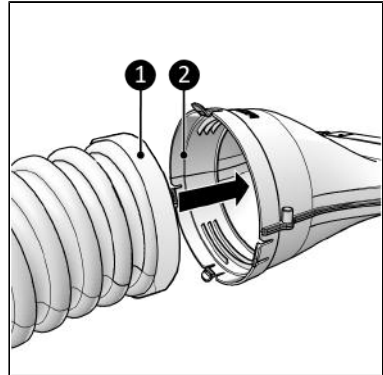

Abbildung 155.
- Mit einem Klicksystem für einen Schlauch mit Kragen (Abbildung 155, Pos. 1).
1. Führen Sie den Klimaschlauch (Abbildung 155, Pos. 1) in den Hauptkörper (Abbildung 155, Pos. 2) ein.